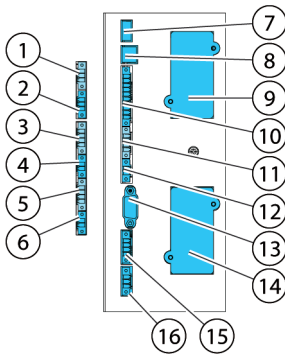
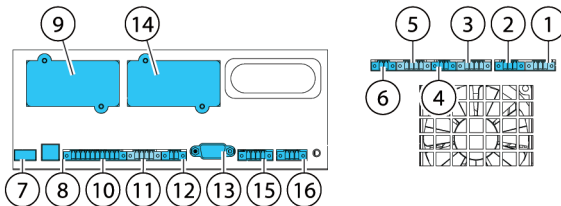

Figura 26. Interfacce di comunicazione sui telai standard e modello C da 15/20 kW
Figura 27. Interfacce di comunicazione sul telaio da 30/40 kW
2. I blocchi terminali TB6, TB7 e TB8 sono per i segnali di controllo parallelo esterni (vedere la figura 26 e la figura 27).
Vedere la figura 26 e la figura 27 per l'ubicazione delle interfacce di comunicazione sull'UPS 91PS/93PS.